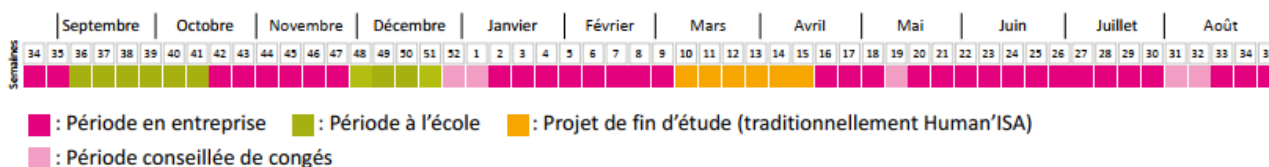

FIGURE 4 – Planning des alternants ISA5 Contrat Pro
En cinquième année, les élèves des parcours Bâtiment, Habitat & Énergie, Génie Civil et Maritime ont la possibilité de signer un **Contrat de Professionnalisation (CP)** avec une alternance mensuelle jusqu'en avril, pour un total de 38 semaines en entreprise, selon le planning indiqué sur la figure 4.